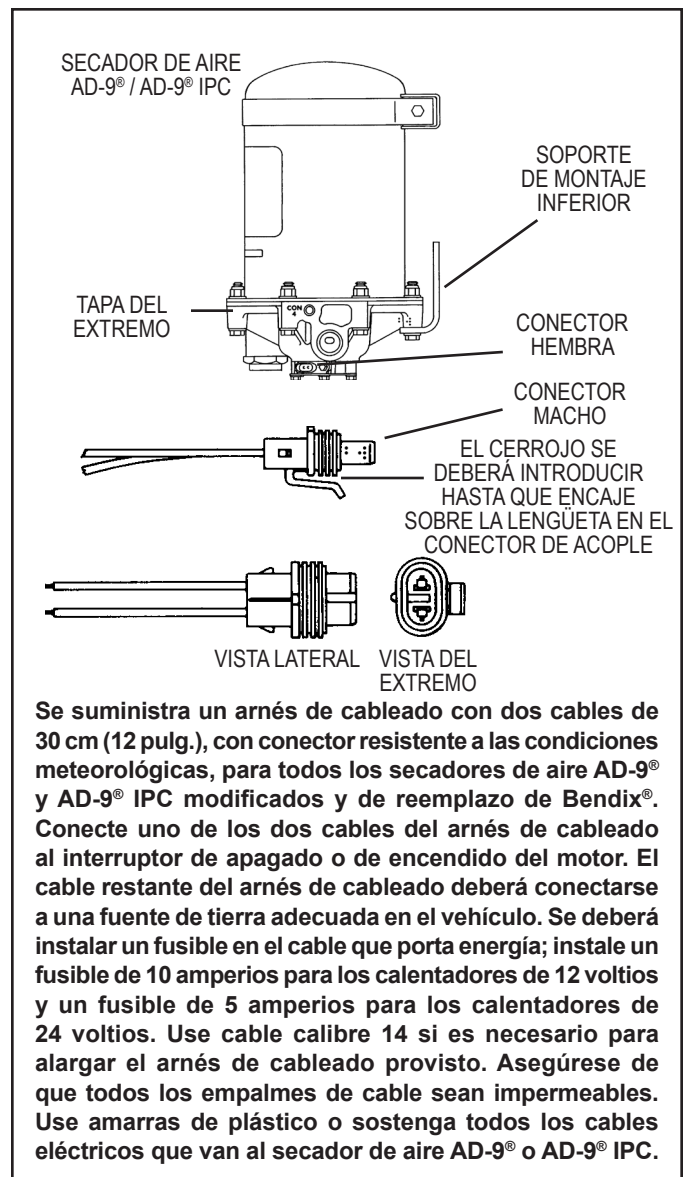

FIGURA 6 - CONECTOR DEL CALENTADOR Y TERMOSTATO
4. Desconecte el arnés de cableado del vehículo del conector del conjunto del calentador y termostato en el conjunto del alojamiento de la válvula de purga. Consulte la figura 6.